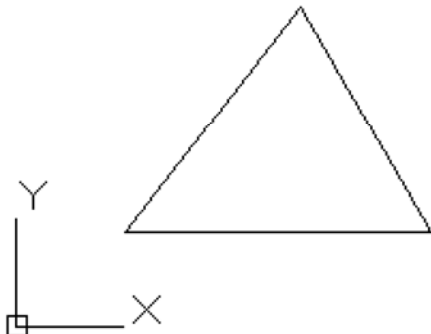

图 5-40
(1) 用**【多段线】**命令绘制图形,如图 5-40 所示。